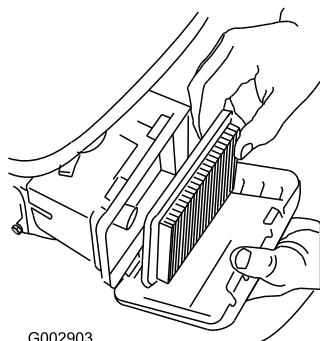

Figura 38
3. Rimuovete il filtro (Figura 38).